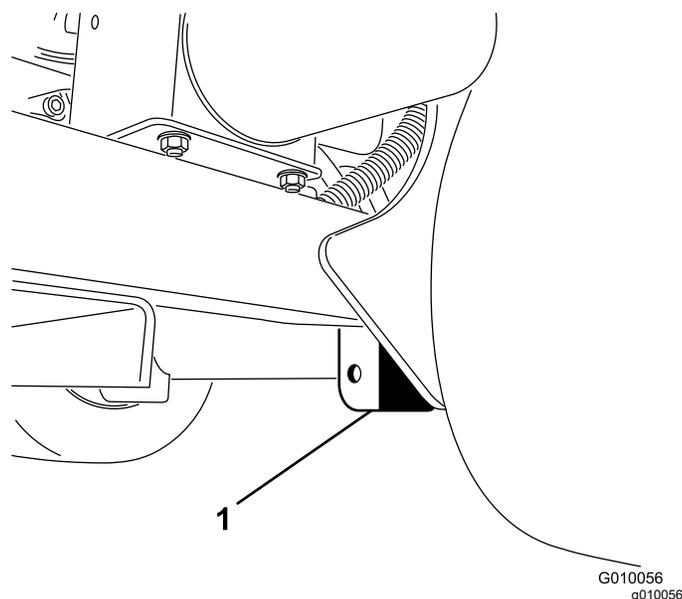

図 38
3. 後ホイールのすぐ内側にあるフレームプレートの下にジャッキを確実に置く(図 38)。